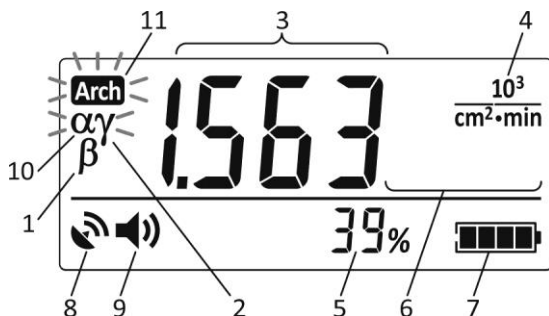

Рисунок 2.18 – РКІ дозиметра
2.3.6.6.1.2 При вимірюванні характеристик бета-випромінення блоком БДКС-02, виконується також контроль наявності альфа-випромінення. При реєстрації альфа-випромінення (коли швидкість лічби імпульсів від детектора альфа-випромінення перевищує значення в 1 cps), дозиметр починає мигати символом «а» на РКІ ((10) рис. 2.18), а також формувати характерні звукові та світлові сигнали тривоги.
2.3.6.6.2.3 В цьому режимі на РКІ дозиметра відображаються (рис. 2.18):
- символ « $\beta$ » (1) – тип випромінення, що вимірюється;
- мигаючий символ « $\gamma$ » (2) – ознака того, що при вимірюванні характеристик бета-випромінення враховується гамма-складова випромінення;
- результат вимірювання (3);
- розмірність результату вимірювання (4);
- розрахункові границі очікуваних відносних статистичних відхилів (5) результату вимірювання (3) при довірчій імовірності 0,95, далі – розрахункові границі статистичних відхилів;
- індикатор миттєвого значення (6);
- символ стану акумулятора (7);
- символ стану навігаційного приймача (8);
- символ стану озвучування зареєстрованих гамма-квантів, частинок альфа-, бета-випромінення (9);
- символ наявності альфа-випромінення (10) (при вимірюванні характеристик бета-випромінення блоком БДКС-02);
- запам'ятайте результат вимірювання гамма-складової, для чого натисніть MODE і утримуйте в такому стані до відображення мигаючого символу “γ” ((2) рис. 2.18).
2.3.6.6.5.1 Збереження результату вимірювання можливе лише тоді, коли при вимірюванні характеристик бета-випромінення враховується гамма-складова випромінення. При цьому на РКІ дозиметра відображається мигаючий символ «γ» (2) (рис. 2.18).